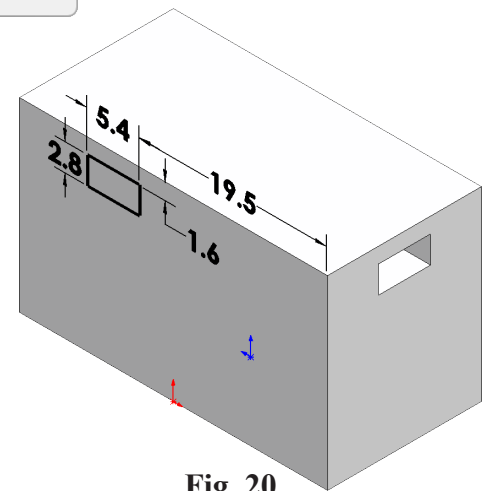

Fig. 20
Step 7. Add dimensions, Fig. 20.